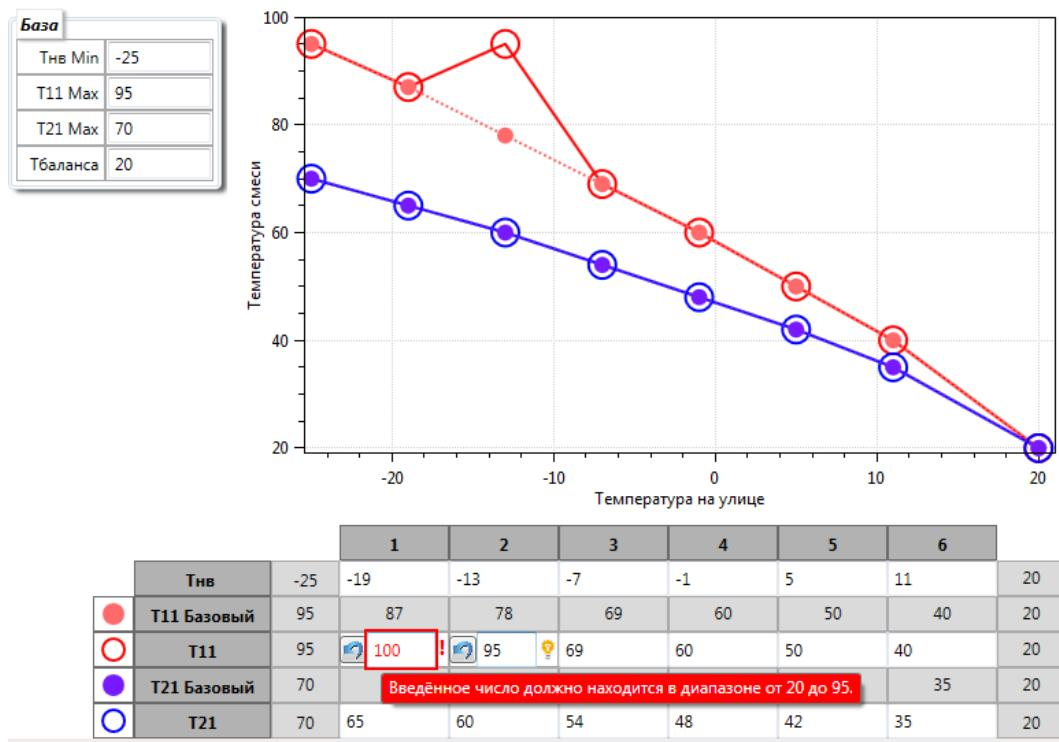
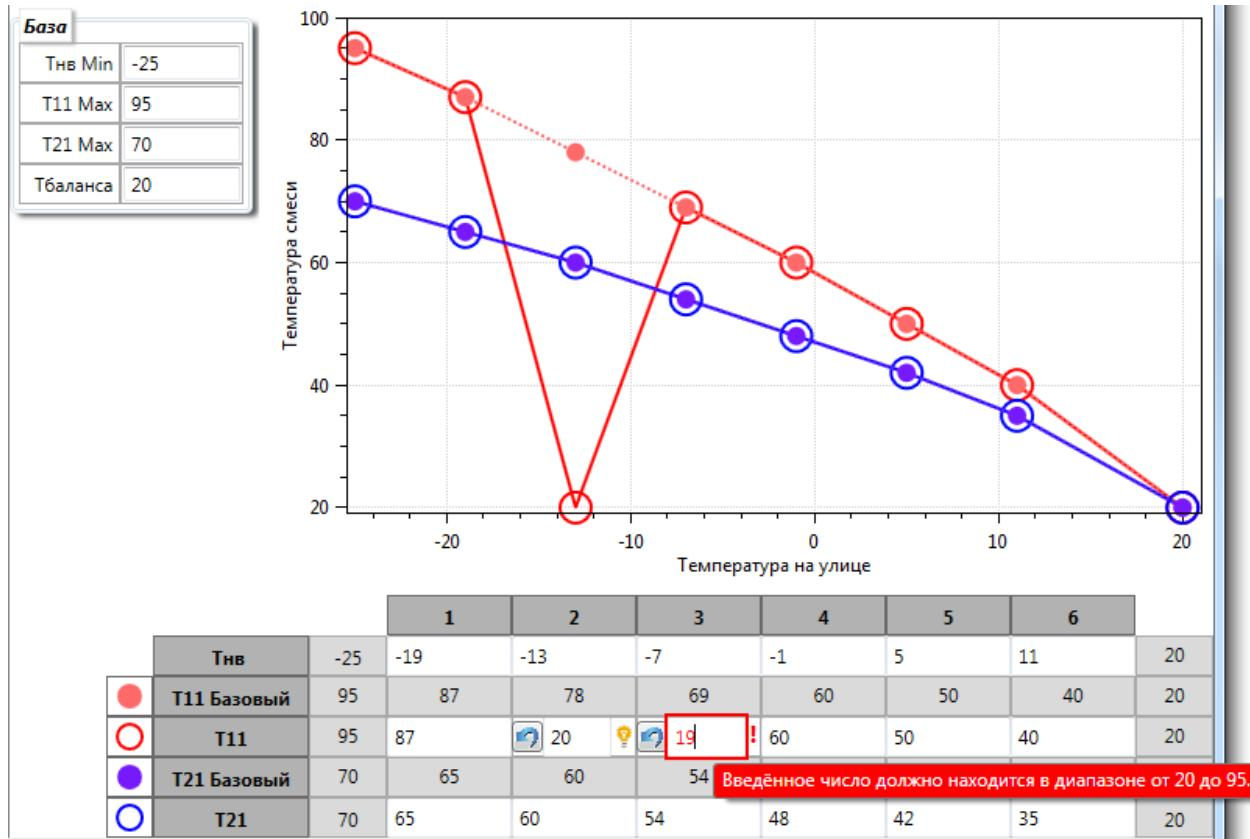

Рисунок 50 – контроль верхней границы для T11
Рисунок 51 – контроль нижней границы для T11
- $T11Max \leq T11 \leq T\text{баланса}$ (Рисунок 50 и Рисунок 51);